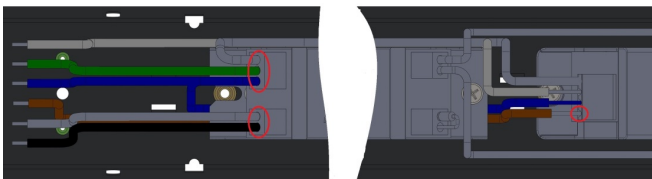

Рис.3
- Отсоедините провода питания, DALI (если есть) от драйвера, и провод зарядки аккумулятора от клеммы с пометкой “L” блока аварийного питания; См. Рисунок 3